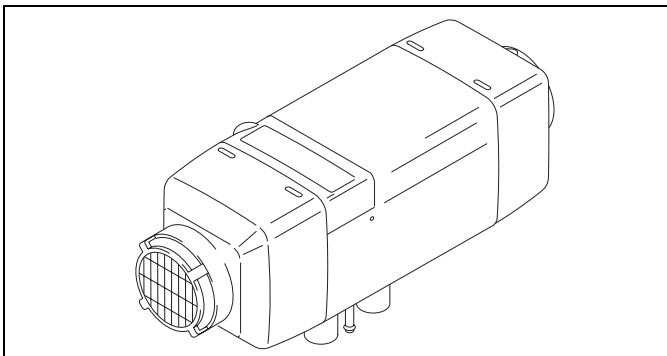

**рис. 7: Вход и выход нагреваемого воздуха**
- короткое замыкание потока воздуха между входом воздуха в отопитель и выходом воздуха из него (рис. 7.)